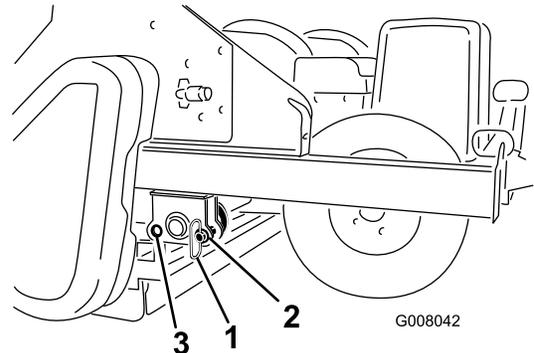

図 20
7. プロセッサを使う際には、格納保管用ピンを前穴から外して後穴に差し込んでください (図 20)。